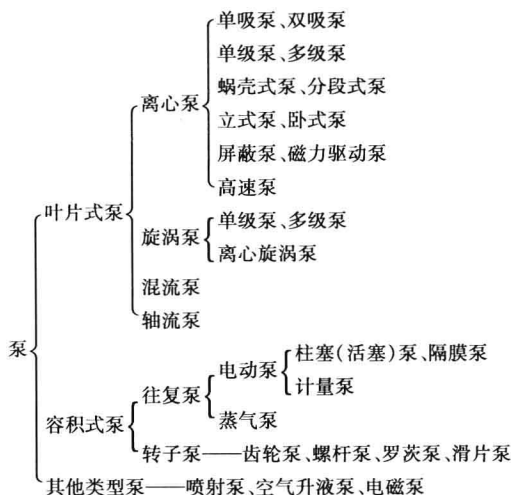

图 1-1 泵的分类
(1) 泵的定义: 泵是指把原动机的机械能转换为抽送液体能量的机器。一般情况下, 都是由原动机通过泵轴带动叶片旋转, 对液体做功使其能量增加, 把液体从低处送到高处或使其增加压力。
(2) 泵的分类: 泵的种类很多, 按作用原理分为叶片式泵、容积泵和其他类型泵三大类, 如图 1-1 所示。